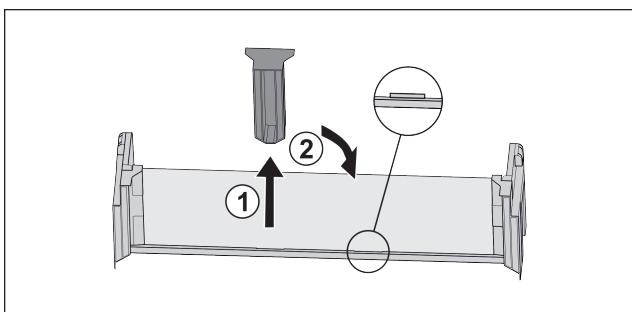

Fig. 92
- Витягнути середню деталь для підтримки Fig. 92 (1).
- Вставити середню деталь для підтримки на друге положення Fig. 92 (2).